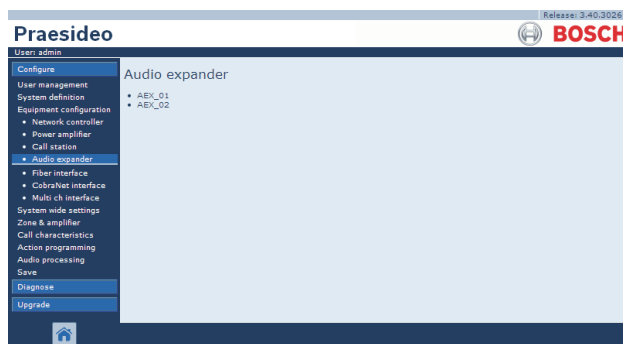

figura 44.36: Configurar um amplificador de áudio, passo 1
- 1 Vá para *Configure > Equipment configuration > Audio expander*. Aparece um ecrã semelhante ao da figura 44.36 na moldura principal da interface da Web.